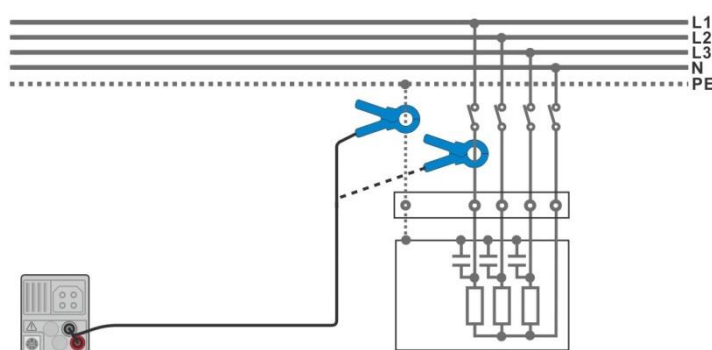

figura 7.53: Misura di dispersione sul PE e corrente di carico
- › Collegare la pinza amperometrica all'oggetto sottoposto a misurazione, vedi **figura 7.53**.